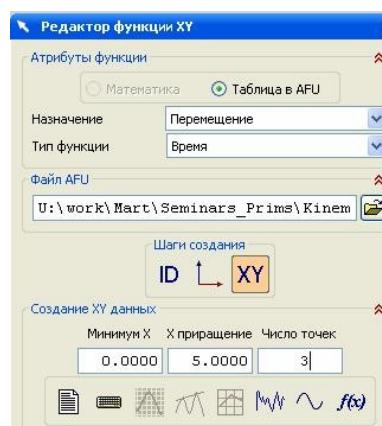
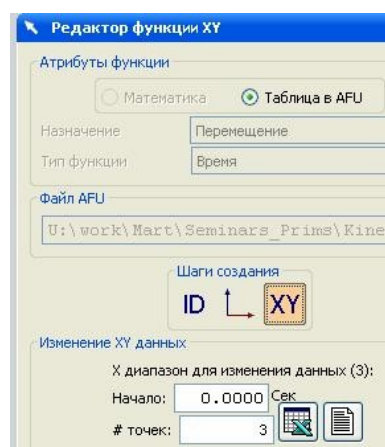

рис.87
рис.97
- На третьем, самом важном шаге (рис.87) мы должны в поле *Создание XY данных*, в соответствующих окошках:
- А потом в нижней строке рис.87 из всех пиктограмм вызовите самую левую пиктограмму *Ввод из редактора текста*.
- Если вы захотите просмотреть график построенной функции, то внизу окна рис.87 есть поле *Просмотр*. Раскройте его.
- Правда, окно рис.87 немного видоизменится (рис.97).
- В окне рис.97, внизу нужно нажать на крайнюю правую пиктограмму (лист бумаги с загнутым уголком), и вы опять окажетесь в таблице рис. 98, где сможете внести необходимые изменения.